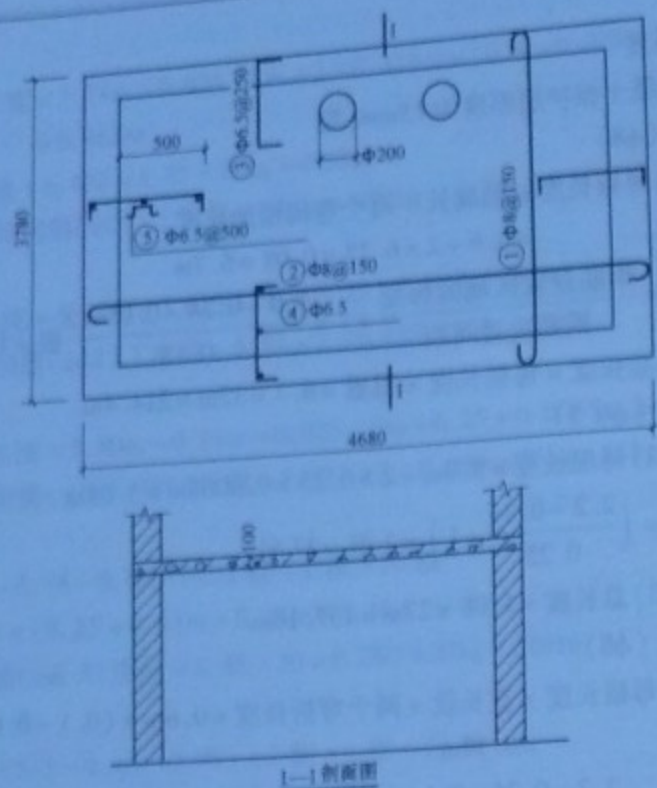

图 1-70 某卫生间现浇平板尺寸图
【例 1-70】某卫生间现浇平板尺寸如图 1-70 所示, 墙体厚度 240mm, 钢筋保护层厚 15mm, ④号分布筋与③号筋搭接长度为 100mm, 马凳沿负筋区域中心线布置, 钢筋现场制作及安装。计算现浇钢筋混凝土平板钢筋工程量。